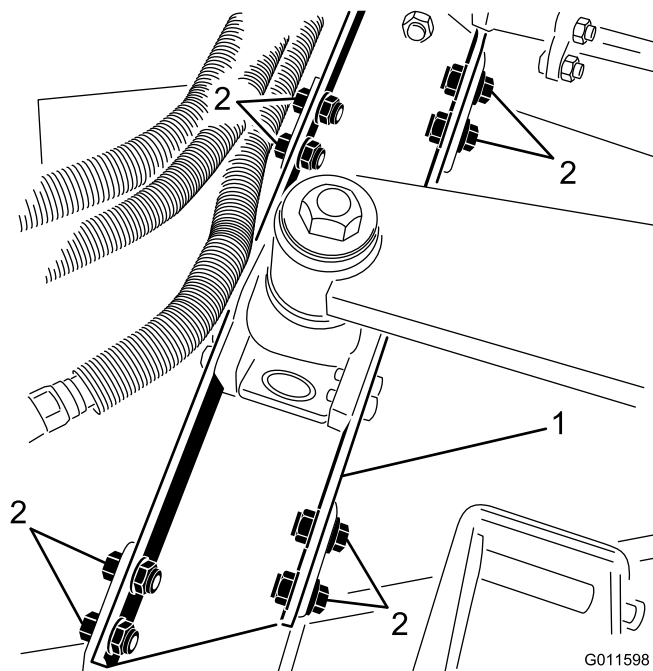

Figura 6
2. Rimuovete i bulloni, le rondelle e i dadi di bloccaggio (8) che fissano il supporto del braccio di sollevamento alle staffe dell'apparato di taglio (Figura 6).